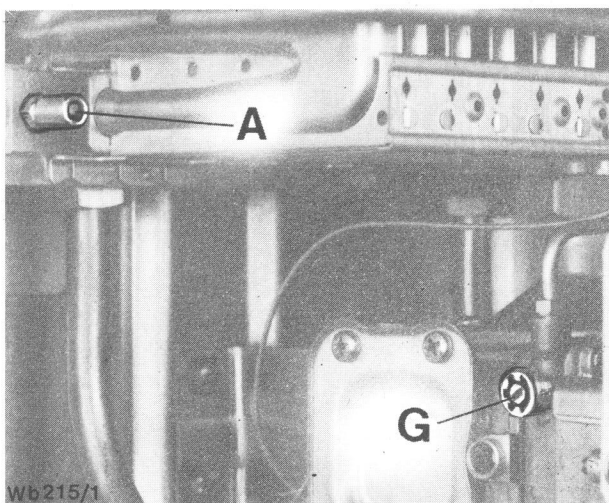

Figura 6
3. Quitar el tornillo de estanqueidad A (figura 6) y conectar el manómetro en U al racor para mediciones.
Únicamente los aparatos para gas ciudad y mezclas de gas y aire llevan el tornillo regulador de gas al piloto "G", figura 6. Giro hacia la izquierda para el reajuste de aparatos de gas ciudad y presiones de conexión inferiores a 8 mbar, giro hacia la derecha para mezclas de butano y aire.